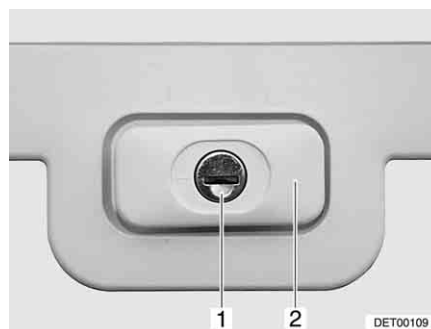

Fig. 36 Serratura dello sportello, rettangolare, chiusa
- Inserire la chiave nel cilindro della serratura (Fig. 36,1) e ruotare di un quarto di giro. La maniglia della serratura (Fig. 36,2) scatta all'infuori.